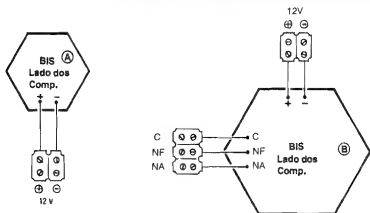

Fig.8
**- FIG. 8 - CONEXÕES EXTERNAS ÀS PLACAS -** As conexões periféricas às placas são poucas e simples, restringindo-se às ligações da alimen-